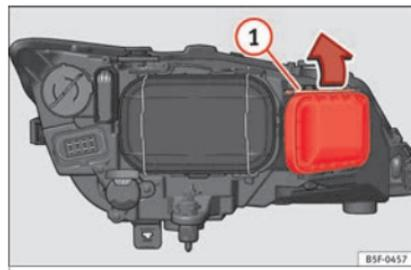

Fig. 107 Lampadina per abbaglianti.
- Far scorrere il tirante » **fig. 107** ① nel senso della freccia e sfilare la chiusura.